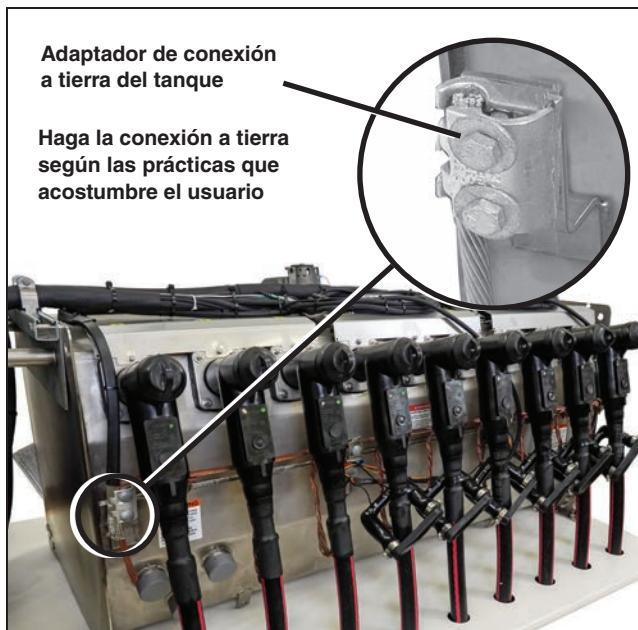

Figura 52. Adaptador de conexión a tierra del tanque.
- PASO 1.** Conecte los alambres de la malla de tierra al sistema de tierras según corresponda. Ver Figura 52.